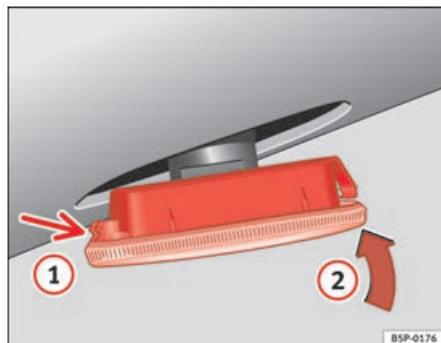

Fig. 198 Clignotant latéral
- Posez d'abord le clignotant dans le trou de la carrosserie, en emboîtant les languettes ⇒ fig. 198, flèche ①.
- Emboîtez la lampe comme indiqué sur la flèche ② ⇒ fig. 198. ■